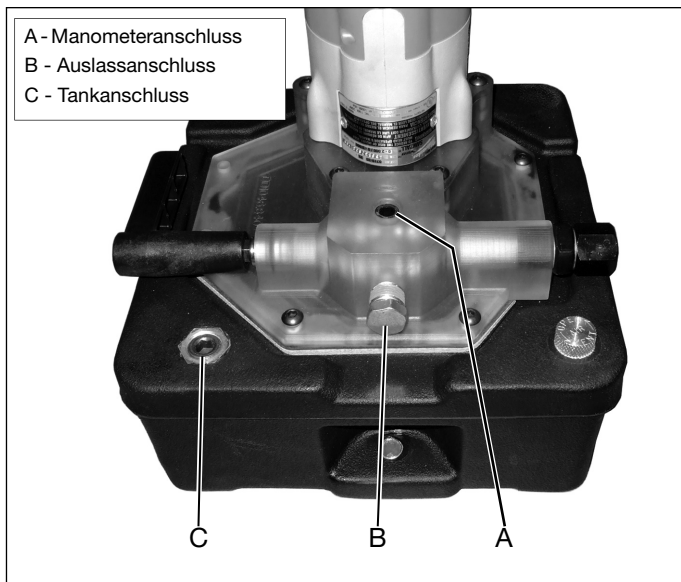

Abb. 3, Anschlüsse und Verbindungen
Die Pumpe ist nur für die Verwendung mit einfachwirkenden Hydraulikzylindern und Geräten gedacht. Stellen Sie die Anschlüsse wie in den folgenden Schritten beschrieben her: In Abb. 3 finden Sie die Anschlussorte (A), (B) und (C).
- Entfernen Sie die Versandstopfen von den Anschlüssen (A) und (B). Orte siehe Abb. 3.